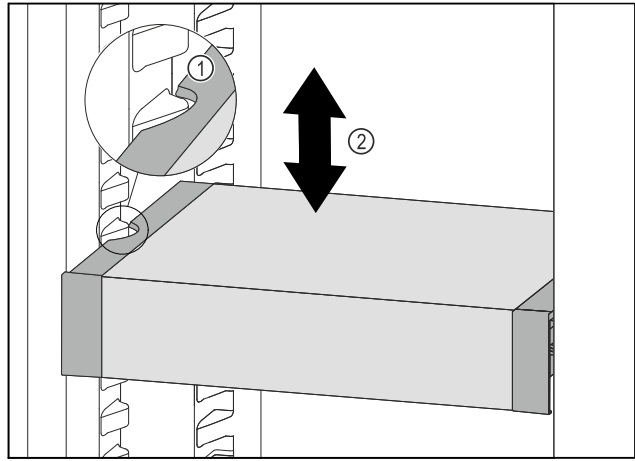

Fig. 222
- ▶ Тяните VarioSafe вперед, пока боковые выемки VarioSafe не окажутся на высоте выступа резервуара в холодильном отделении. Fig. 222 (1)
- ▶ Двигайте VarioSafe в холодильном отделении вверх или вниз, пока не будет достигнута требуемая высота. Fig. 222 (2)